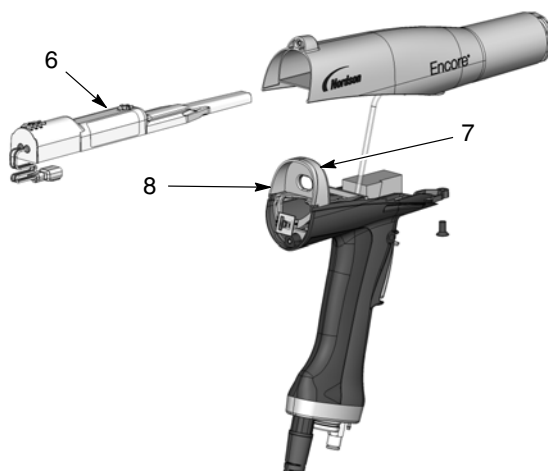

Figure 6-4 Retirer le bloc d'alimentation du corps du pistolet
1. Voir la figure 6-4. Faire glisser le bloc d'alimentation électrique (6) hors du corps du pistolet.
2. Vérifier le joint d'étanchéité (7) à l'arrière de la paroi de séparation (8). Le remplacer s'il est endommagé. Le joint est collé à la paroi de séparation avec un adhésif autocollant.